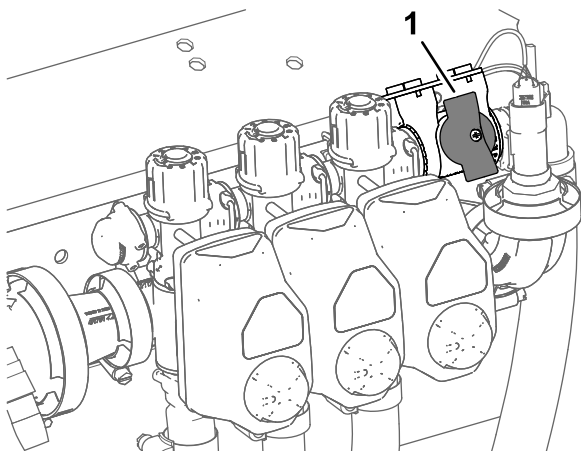

Рисунок 40
4. Если машина работает в режиме заданной нормы внесения, убедитесь, что ручка отсечного клапана перепуска секции находится в закрытом положении (Рисунок 40).
5. Если машина работает в режиме заданной нормы внесения, убедитесь, что отсечной клапан перепуска секции находится в закрытом положении (Рисунок 40).